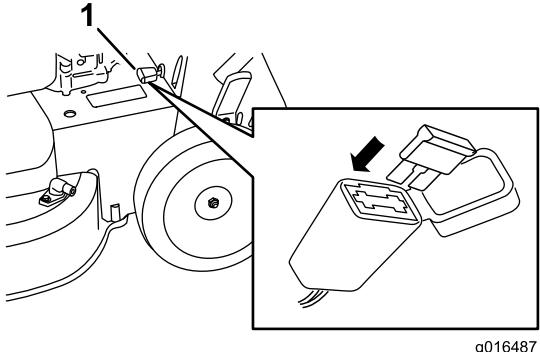

Figure 37
- Ouvrez le porte-fusible étanche et remplacez le fusible (Figure 37).